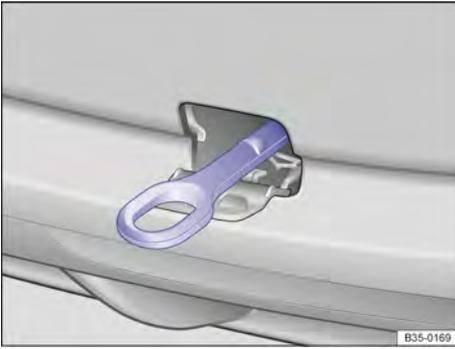

Fig. 221 No para-choque traseiro à direita: argola de reboque rosqueada.
- Rosquear a argola de reboque → Fig. 221 tão firme quanto possível **no sentido anti-horário** no alojamento → ①. Utilizar um objeto apropriado com o qual a argola de reboque possa ser rosqueada totalmente e com firmeza no alojamento.
- Após o processo de rebocagem, girar a argola de reboque → Fig. 221 com um objeto adequado **no sentido horário**.